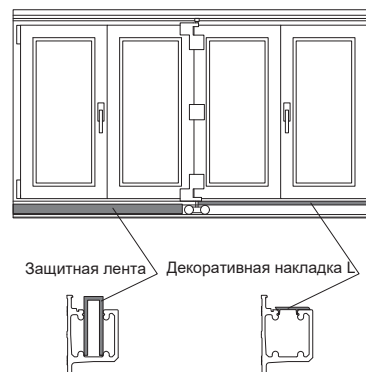

Рис. 4 Монтаж защитной ленты и декоративной накладки L
- D** Установите все декоративные накладки. Обрежьте и установите декоративную накладку (20).
- E** Произведите обрезку декоративной накладки (22) (длина = длине тележки до края внешней рамы). Установите декоративную накладку (22) на несущую направляющую, см. рис.4.
- F** В целях предотвращения от загрязнения во время монтажа, например, при чистке конструкции, рекомендуется проложить защитную ленту (23) между отдельными складывающимися элементами, см. рис. 4.